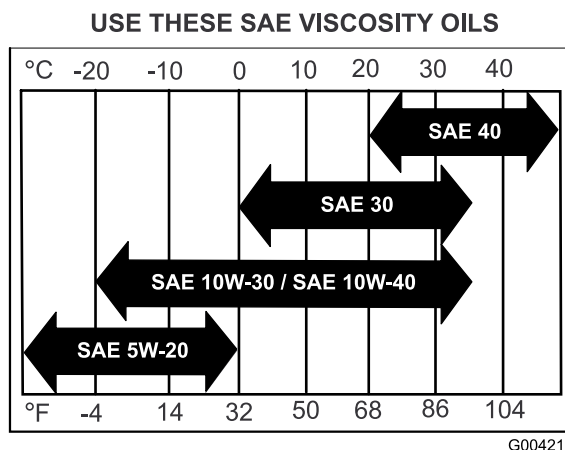

Figure 31
**Viscosité :** Voir le tableau ci-dessous (Figure 31).